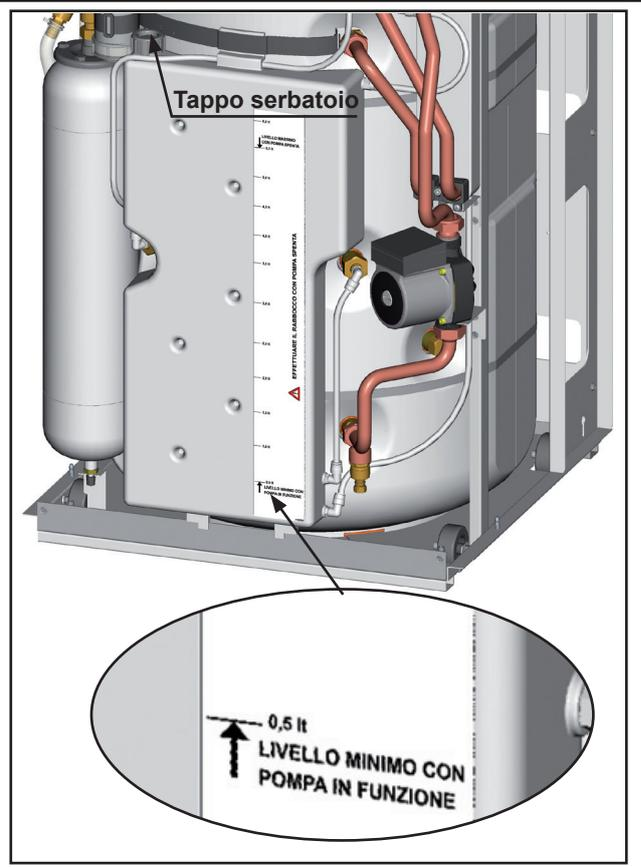

Figura 54
Controllare periodicamente che la quantità di liquido solare, con pompa solare in funzione, non scenda sotto il livello minimo consentito (figura 54). Se il liquido scende sotto questo livello è necessario effettuare un rabbocco dello stesso:
- 2) Svitare il tappo del serbatoio (figura 54)